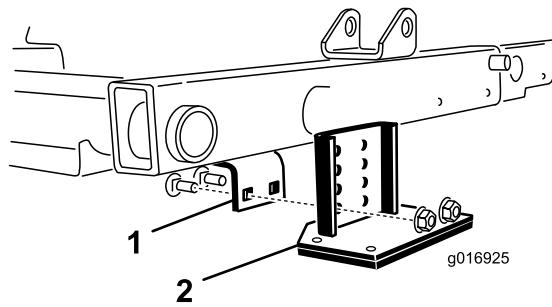

図 8
2. 中央のカッティングユニットの上にあるフレームブラケットを探し出す図 8。
3. チッパーブラケット装着後もローラの接触状態が変わらないようにするには、チッパーブラケットのどの穴を使ってフレームブラケットに取り付ければよいかを、中央カッティングユニットの前ローラを押し下げて調べる図 8。
4. カッティングユニットを下降させ、キットに付属しているキャリッジボルト2本とナットを使って、チッパーブラケットをフレームに取り付ける図 8。